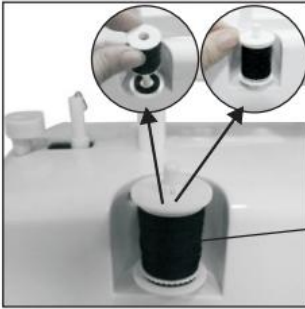

Fig. 11
1. Garnrolle auf den Spulenhalter setzen (Fig. 11)